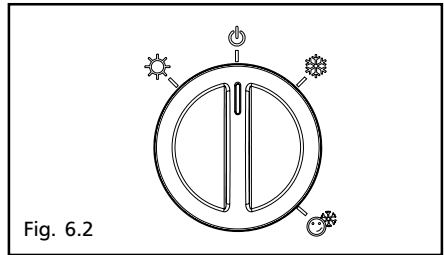

Fig. 6.2
- posizionare il selettore di funzione su "☺" (fig. 6.2)